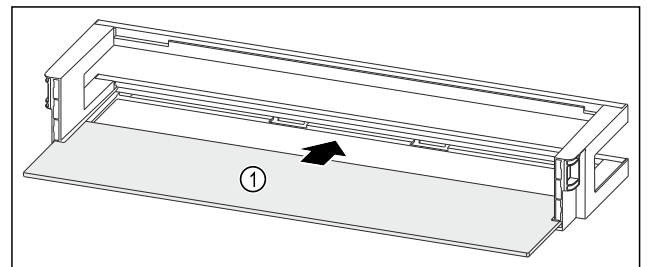

Fig. 121 Estantes en la contrapuerta con estante
- Introduzca el estante Fig. 121 (1) en los huecos laterales.